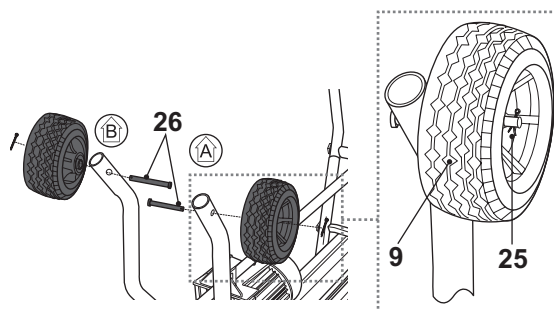

Fig. 2h
- > Insérez les essieux [26] dans les pieds A [12] et B [10], enfilez une roue [9] sur chaque essieu et fixez les roues avec les goupilles de sécurité [25] (Fig. 2h).